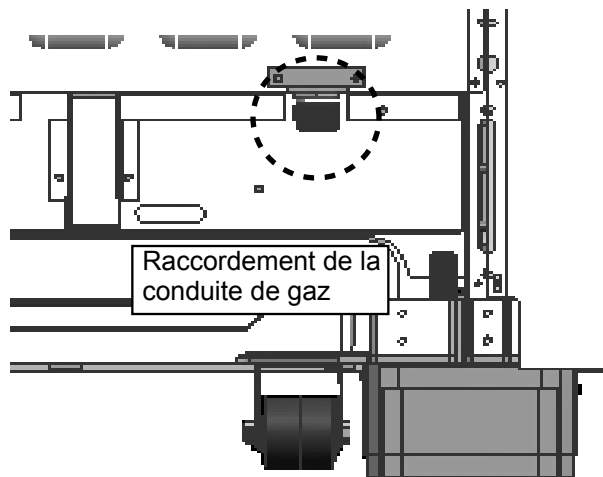

Figure 14: Raccordement du connecteur de la conduite de gaz
- Utilisez un tuyau à gaz souple de  $\frac{3}{4}$  po (19 mm) entre l'approvisionnement en gaz et le tuyau d'arrivée de l'appareil, lequel est situé à l'arrière de l'appareil, en bas à droite. Le filetage externe du tuyau d'arrivée de gaz de l'appareil est de type NPT  $\frac{3}{4}$  po (19 mm) et le filetage interne est de type NPT  $\frac{1}{2}$  po (13 mm) (voir Figure 14).